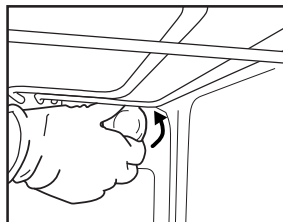

Fig. 8
2. Skruva av lampskyddet (Fig. 8), byt ut glödlampan (se anmärkning för typ av lampa) och skruva tillbaka lampskyddet.